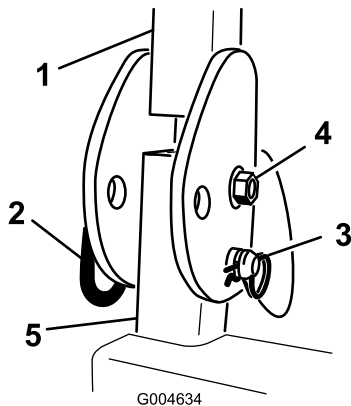

Figura 13
11. Coloque el conjunto del ROPS sobre los postes del ROPS. Instale el perno, la tuerca, el pasador de horquilla y la chaveta que sujetan cada conjunto ROPS a los postes del ROPS (Figura 13).